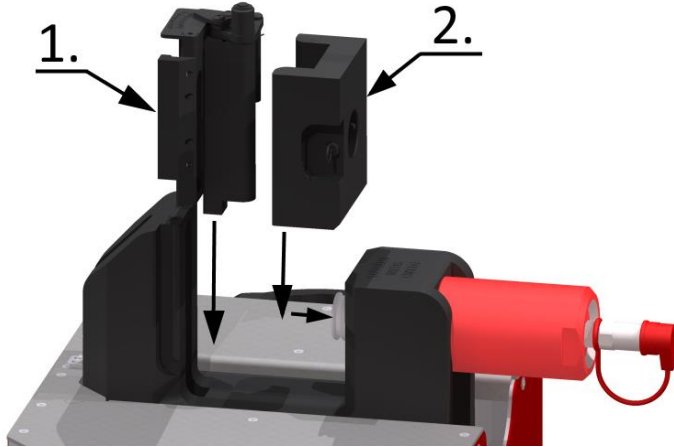

Abb. 14. Montage des Biegeeinsatzes.
2. Den Sicherungsbolzen abziehen und den Matrize-Einsatz auf den Kolben aufbringen (Abb. 14 Pos. 1), bis der Bolzen angeschlossen ist.
3. Stempel-Einsatz (Abb. 14 Pos. 2) in die Vertiefungen des Gehäuses einschieben.
2. Den Sicherungsbolzen abziehen und den Matrize-Einsatz auf den Kolben aufbringen (Abb. 14. Pos. 1.), bis der Bolzen angeschlossen ist.